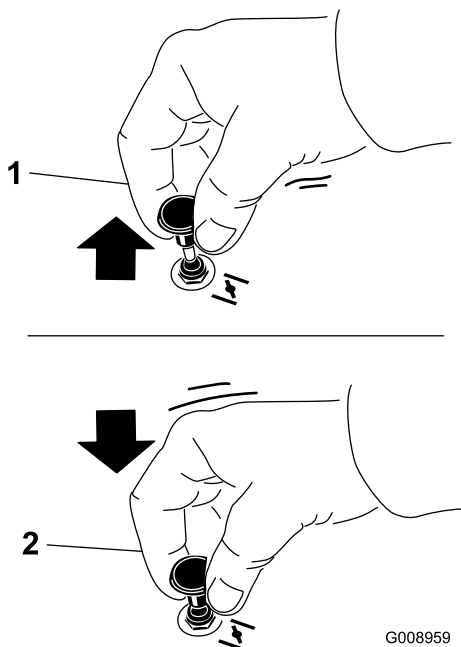

Figura 22
1. Trageți în sus maneta de oc pentru a acționa ocul, înainte de a utiliza comutatorul de contact (Figura 22).
2. Apăsai în jos maneta de oc pentru a decupla ocul după ce motorul a fost pornit (Figura 22).